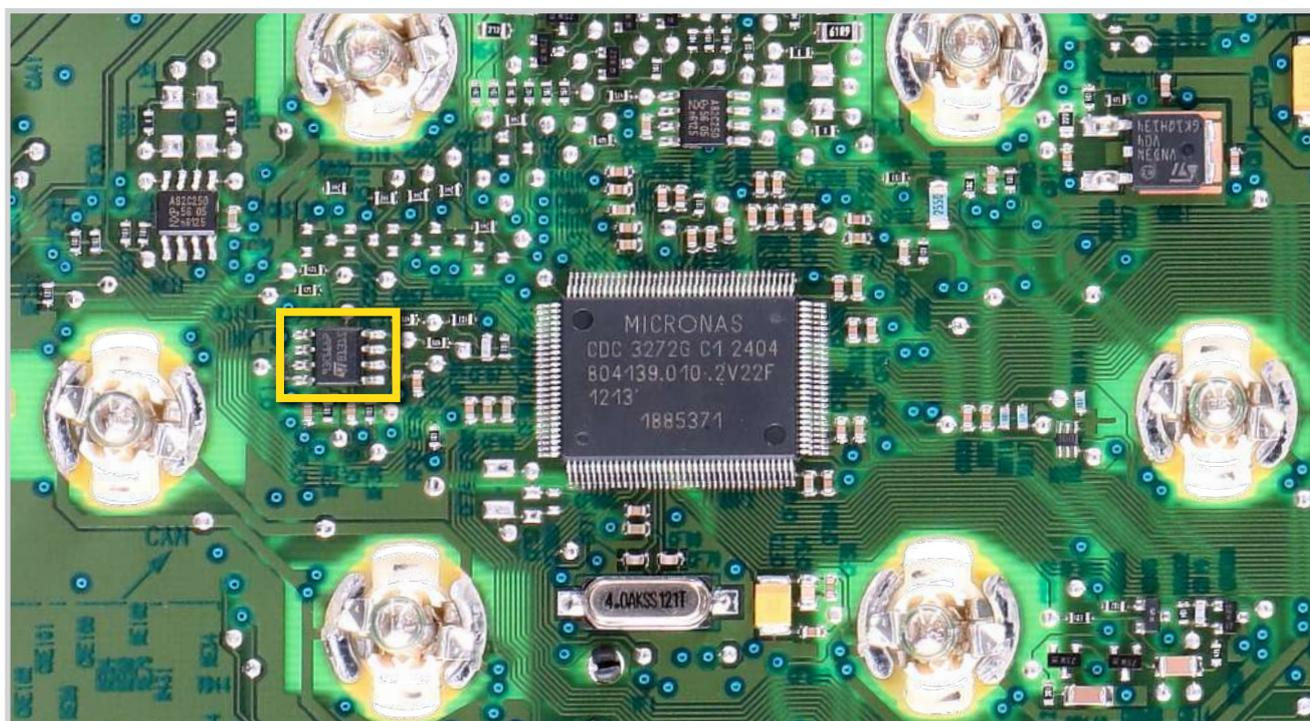

Figura 2
- Se la tensione, invece, è inferiore a 8,10V o superiore a 8,30V, è necessario effettuare la modifica. Le operazioni da effettuare sono riportate nel paragrafo seguente "MODIFICA EEPROM" e distinte in base al codice della EEPROM montata sul PCB (figura 2), la **93C66** o la **93C56**.
- Dissaldare la EEPROM **93C66** evidenziata in figura 2, presente sul PCB;
- Dissaldare la EEPROM **93C56** evidenziata in figura 2, presente sul PCB;